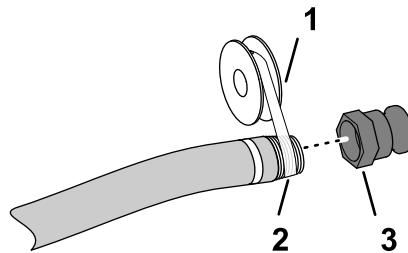

Рисунок 4
5. Наложите тefлоновый уплотнитель для резьбы (Рисунок 4) на резьбу штуцера заливного шланга (1 дюйм — американская национальная трубная резьба).
6. Заверните быстроразъемный соединитель в заливной шланг и затяните его от руки (Рисунок 4).